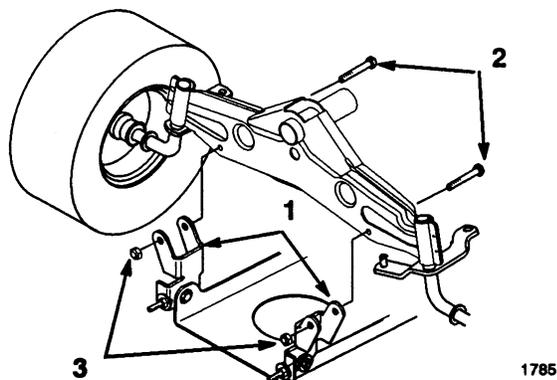

Figure 40
9. Déposer les boulons et les écrous de blocage et retirer les deux supports de pivots de la tondeuse de l'essieu avant (Fig. 40).